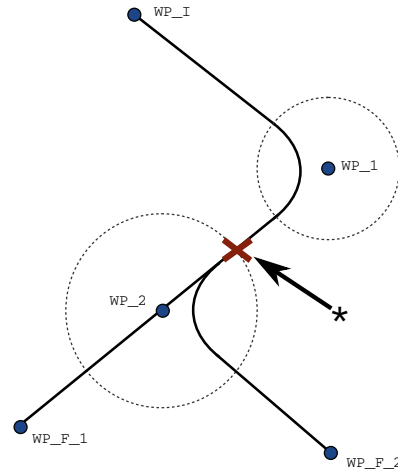

图 15.5: WP\_I 为初始路点，有两个潜在最终路点 WP\_F\_1 和 WP\_F\_2，取决于条件表达式。当机器人手臂进入第二个交融时，条件 if 表达式被评估 (\*)。
**条件交融轨迹** 交融轨迹受设置交融半径的路点以及程序树中的下一个路点影响。也就是说，在图 15.5 中的程序中，围绕 WP\_1 的交融受 WP\_2 影响。在本例中，当围绕 WP\_2 交融时，其结果变得更显而易见。存在两个可能的结束位置，为确定哪一个是要交融的下一个路点，当输入交融半径时，机器人必须已经评估 `digital_input[1]` 的当前读数。那意味着 **if...then** 表达式（或判断下一个路点的其它必要语句，如可变路点）在我们实际抵达 WP\_2 之前被评估，当审视程序序列时，这有点反直觉。如果某个路点是一个停止点，后接判断下一个路点的条件表达式（如：I/O 命令），当机器手臂停在该路点时执行该表达式。